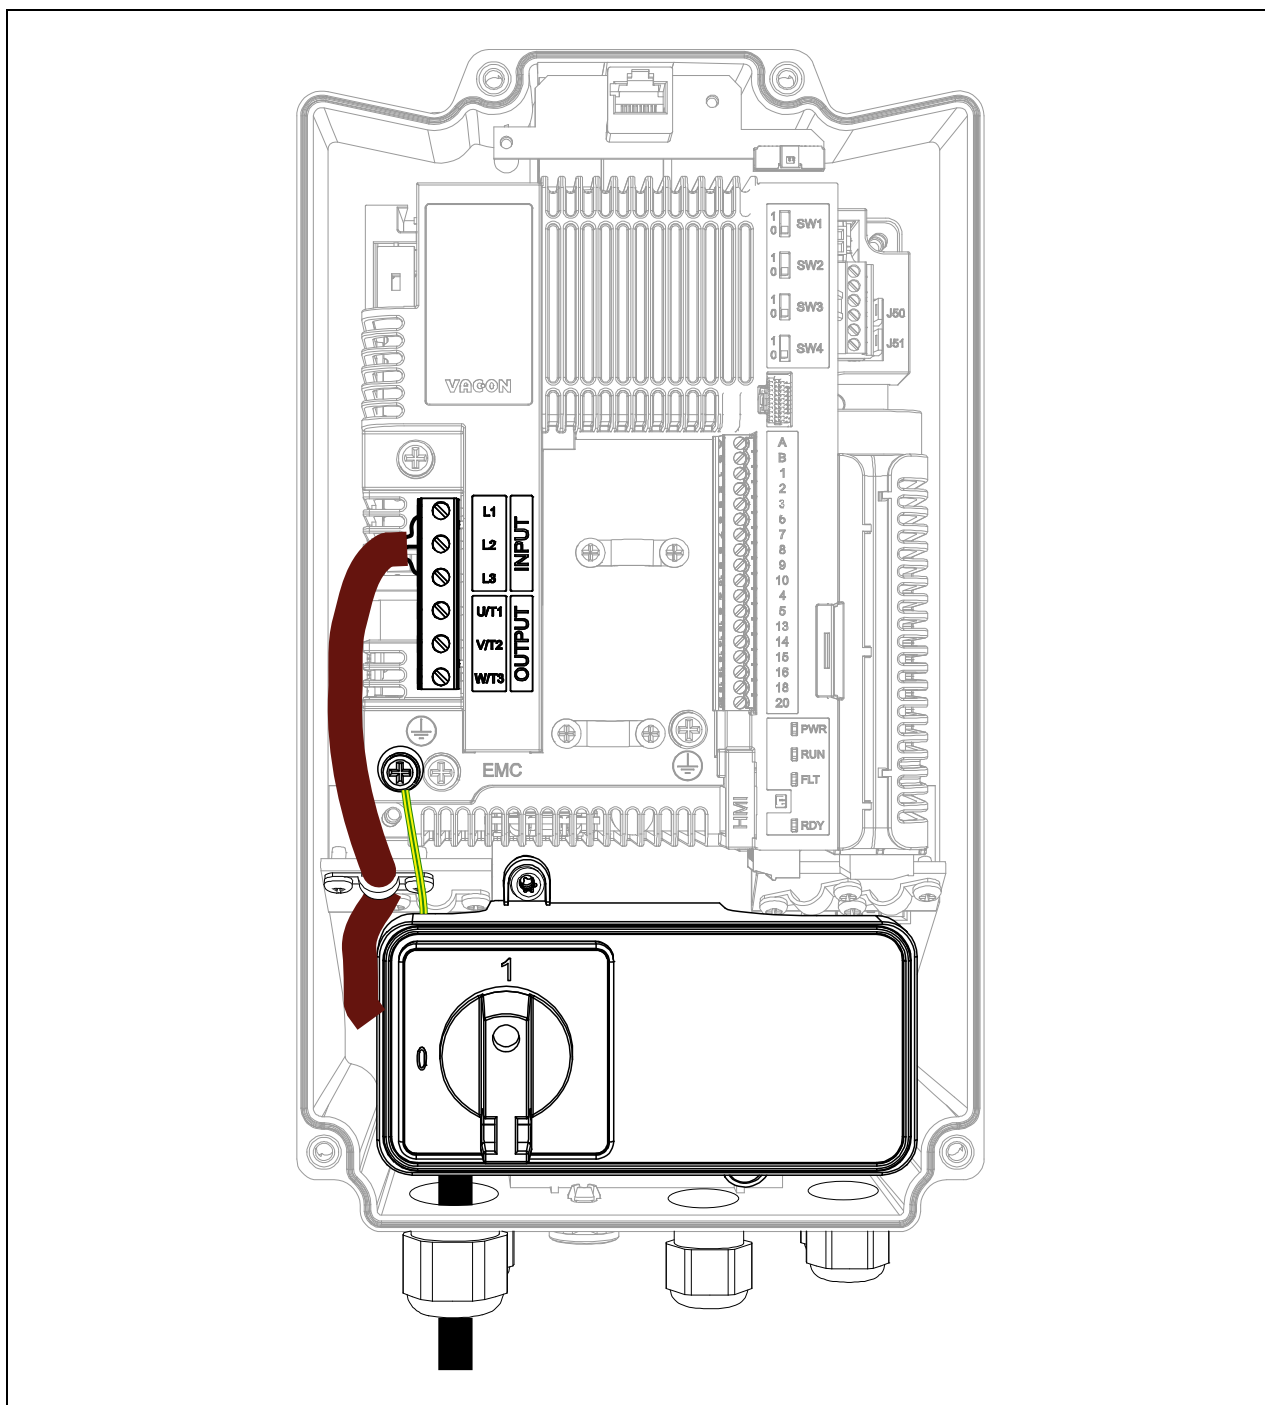

Figura 64. Interruttore di rete e cavi collegati (esempio MU2 versione trifase).
- Collegare il cavo di TERRA al morsetto corretto (vedere il cavo giallo-verde nella Figura 64).
7	<ul style="list-style-type: none"> • Collegare il cavo di TERRA al morsetto corretto (vedere il cavo giallo-verde nella Figura 64).